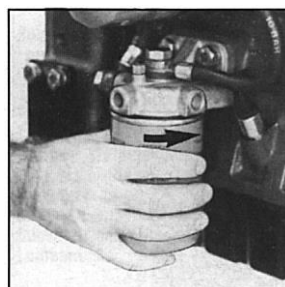

Рис.79.2
- Установите новый фильтр, предварительно убедившись в отсутствии повреждений уплотнительного кольца (рис.79.2)